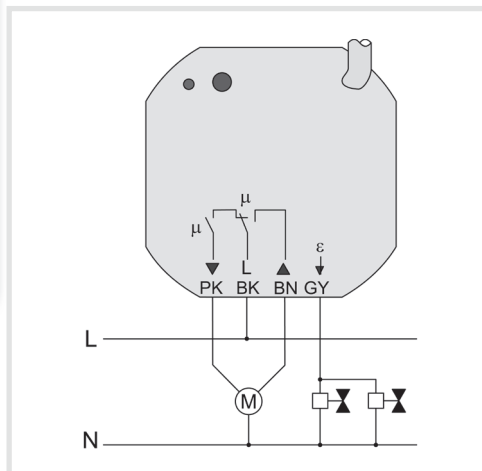

Bild 5
- Last anschließen (Bild 5). Beiliegende Federsteckklemmen verwenden. Flexible Leiterenden müssen verzinkt sein.